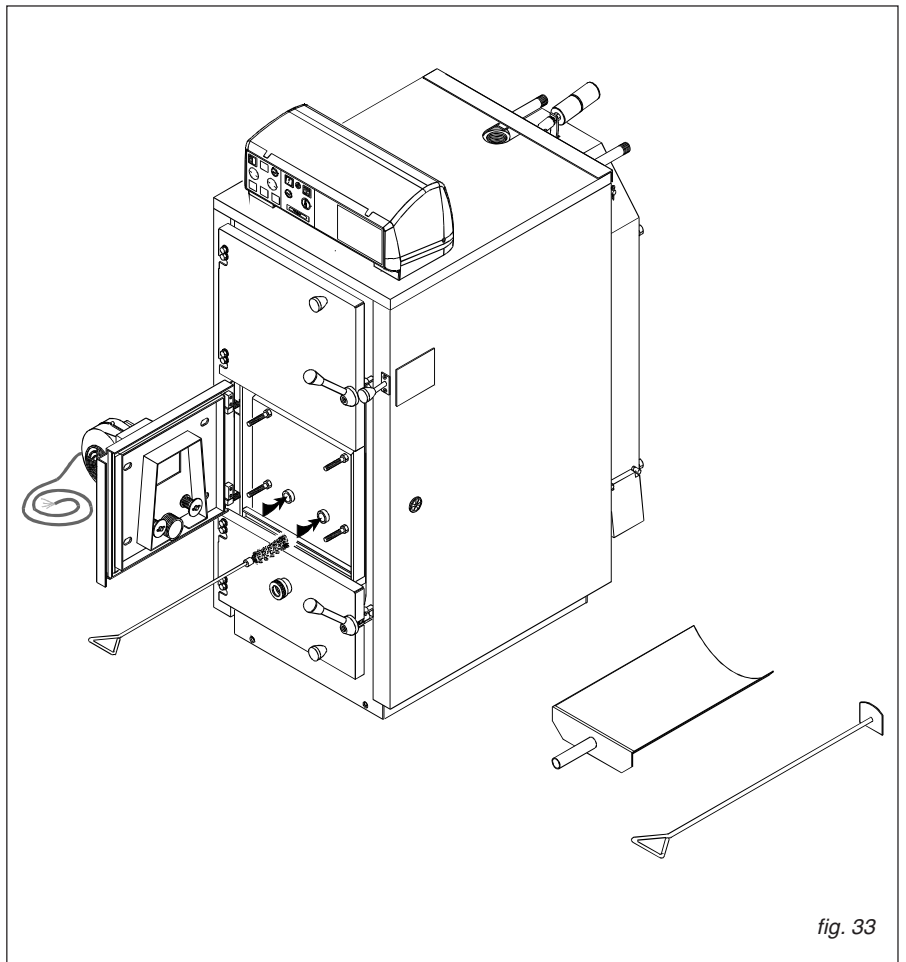

fig. 33
- 2) verificare che i due fori di adduzione dell'aria secondaria che sboccano nella sede di griglia non siano otturati: in questo caso pulire i due condotti. L'operazione va eseguita come indicato in fig. 33.
Rimuovere la parete centrale (fig. 33) dove sono montate le valvole di regolazione dell'aria e pulire accuratamente l'intercapedine interna dai residui di catrame, polvere e scaglie di legno entrati dai fori di passaggio dell'aria primaria.